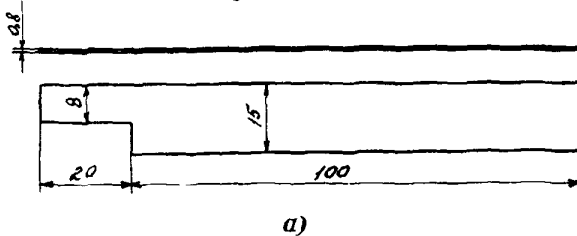

Рис.19. Приспособление П-8 для установки толкателя:
13.8. Установить в нижние отверстия внутренней обоймы пружины 28 и толкатели 27 с помощью приспособления П-8 (рис.19,а), предварительно смазав их смазкой ЦИАТИМ-203 (ЦИАТИМ-221).
**Примечание.** При установке толкателей первый виток пружин, опирающийся на плоскость диаметром  $6 \text{ С}_4$ , обкатать до диаметра  $3 \text{ С}_4$  (рис.19,б).